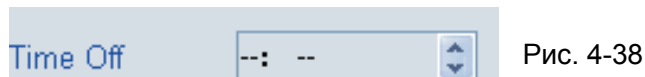

Рис. 4-38
d. Кнопка Timer ON/OFF для управления программой недельного таймера (См. пункт ① на Рис. выше) — когда функция недельного таймера включена и на дисплее отображается индикация статуса таймера - ON, рядом с данной индикацией отображается кнопка выключения OFF (см. Рис. 4-30), при нажатии на которую все настройки недельного таймера и функция недельного таймера будут отключены, и на дисплее отображается индикация статуса таймера – OFF. При этом рядом с данной индикацией отображается кнопка включения ON (см. Рис. 4-31). Когда функция недельного таймера отключена, и на дисплее отображается индикация статуса таймера – OFF, рядом с данной индикацией отображается кнопка включения ON (см. Рис. 4-38), при нажатии на которую все настройки недельного таймера и функция недельного таймера будут включены, и на дисплее отображается индикация статуса таймера – ON. При этом рядом с данной индикацией отображается кнопка выключения OFF (см. Рис. 4-32).